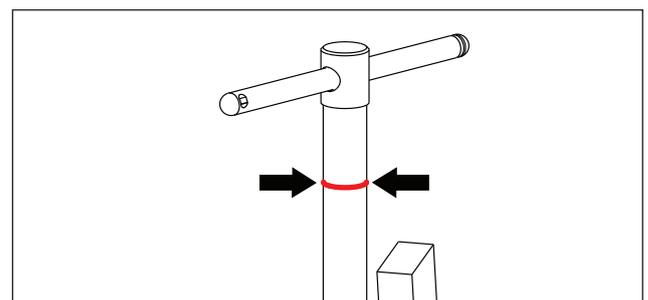

図6: ねじ止めのインジケーター（赤色の輪）
- 取り外す部品の上にプーラーを取り付けた後に、ねじ止めのインジケーターが見えることを確認してください。位置については図6を参照してください。調節ロッドを時計回りに回しすぎている場合、インジケーターは隠れており、ねじ止めの量が十分でないことを示しています。
- 操作中は、プーラーのジョーの表示や調節ロッドの変形に注意してください。図6を参照してください。変形に気付いた場合は、直ちにポンプを停止してください。